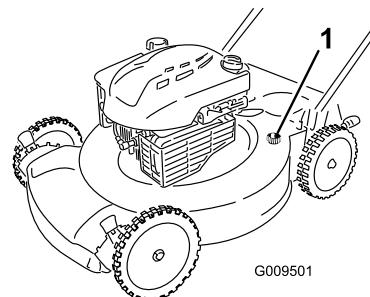

Рисунок 31
- Присоедините садовый шланг, подключенный к источнику воды, к отверстию для промывки в корпусе газонокосилки (Рисунок 31).